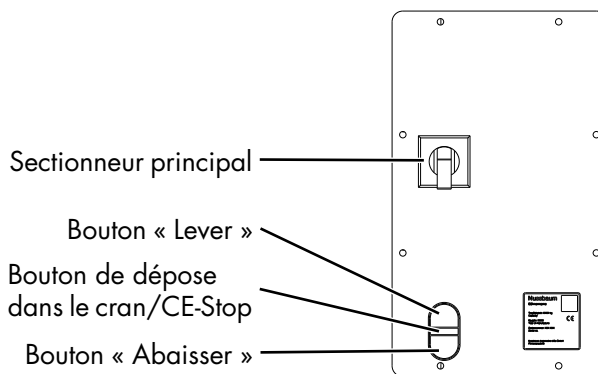

Figure 4: Module de commande
- Lever le véhicule jusqu'à ce que les roues soient libres. Appuyer sur le bouton Lever → « Lever » (voir figure 4)
- Lever le véhicule jusqu'à ce que les roues soient libres. Pousser le levier de commande vers l'avant v « Lever » (voir figure 4).
- L'ascenseur s'arrête automatiquement environ 20 cm avant d'atteindre la position la plus basse. Pour abaisser complètement la plateforme, appuyez sur le bouton-poussoir « CE-Stop » (Figure 4), puis la plateforme peut être abaissée complètement l'aide du bouton d'abaissement. Un bip sonore retentit pendant le processus d'abaissement.
- L'ascenseur s'arrête automatiquement environ 20 cm avant d'atteindre la position la plus basse. Pour abaisser complètement la plate-forme, appuyez sur le bouton-poussoir « CE-Stop » (Figure 4), puis la plate-forme peut être abaissée complètement si l'on tire lentement sur le levier de commande. Un bip sonore retentit pendant le processus d'abaissement.